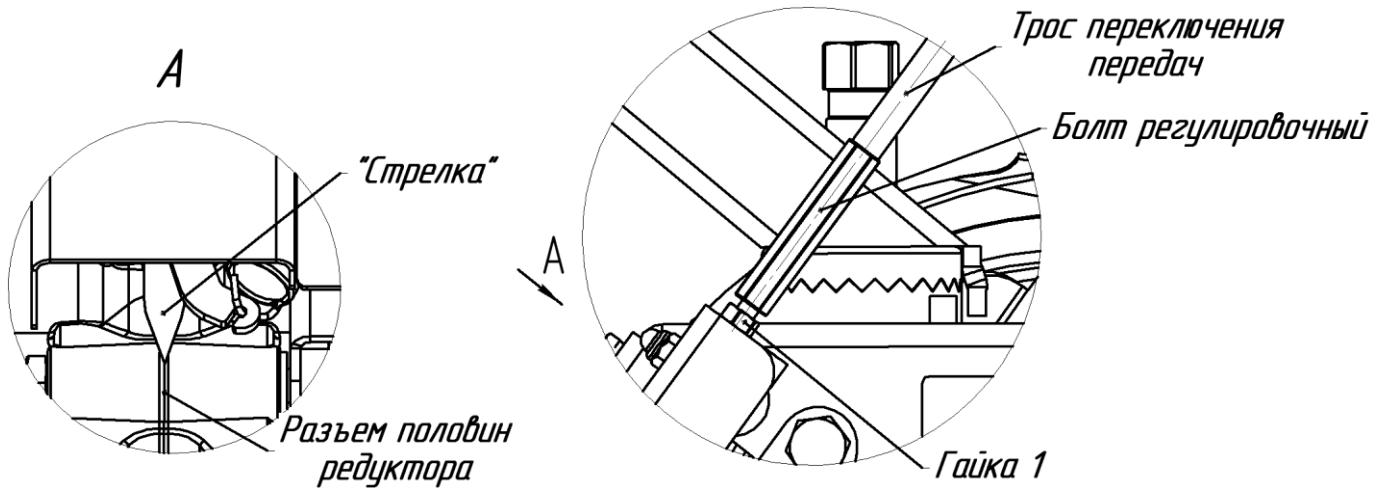

Рис.19 Регулировка переключения передач
- Проверить расположение "стрелки" на редукторе, она должна указывать на разъем половин редуктора (рис.19).
- Если "стрелка" смещена относительно разъема половин редуктора, то необходимо расконтрить Болт регулировочный отвернув Гайку 1 (рис.19).